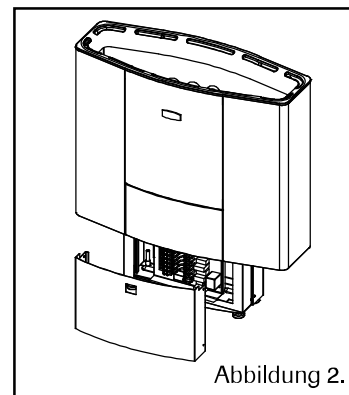

Abbildung 2.
- Entfernen Sie die Frontplatte. (Siehe Abb. 2)